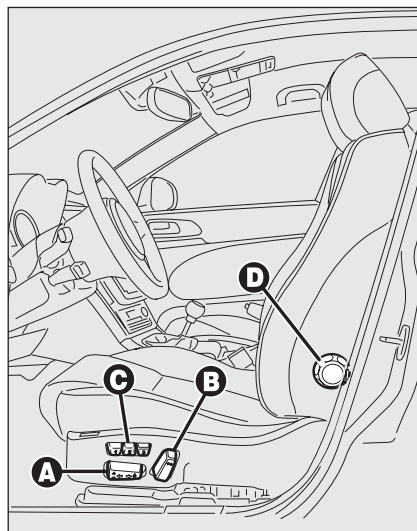

fig. 33
### ASIENTOS DELANTEROS CON REGULACIÓN ELÉCTRICA fig. 33
- ☐ mantenga pulsadas las teclas **C-fig. 33** por lo menos durante 3 segundos (consulte el apartado “Asientos” en este capítulo).